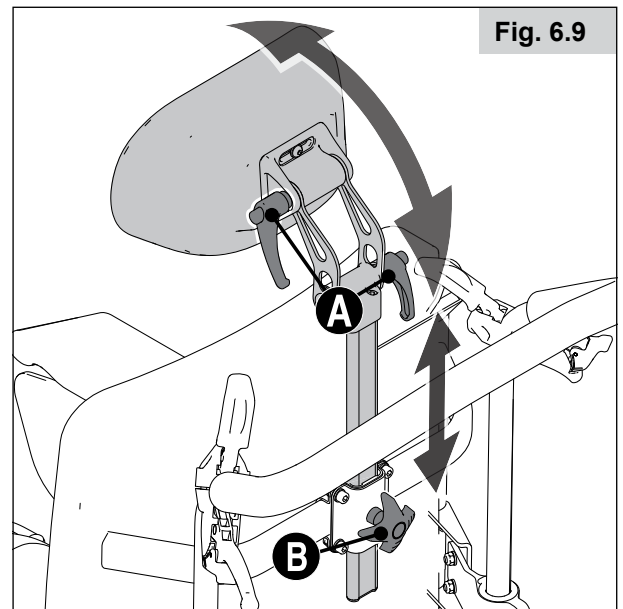

Fig. 6.9
6.8 Nackenstütze verstellen (Fig. 6.9)